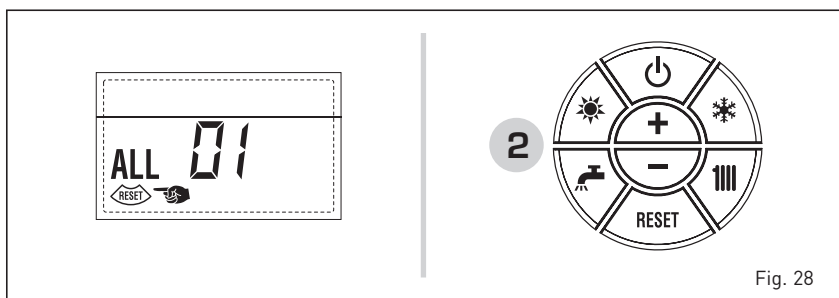

Fig. 28
- ALL 01 (fig. 28)
- ALL 02 (fig. 28/a)